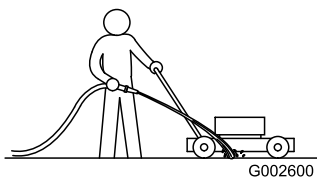

Figure 29
- Mettez le moteur en marche lorsque la tondeuse se trouve sur une surface revêtue plane et dirigez un jet d'eau devant la roue arrière **droite** (Figure 29).